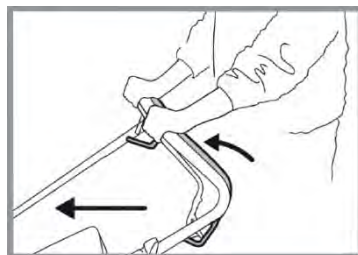

Рис.15 Рис.16
7. Чтобы выключить газонокосилку, нужно непосредственно отпустить рычаг управления, чтобы остановить двигатель (Рис.15), или переведите рычаг дроссельной заслонки в положение (рис.12), чтобы остановить двигатель.